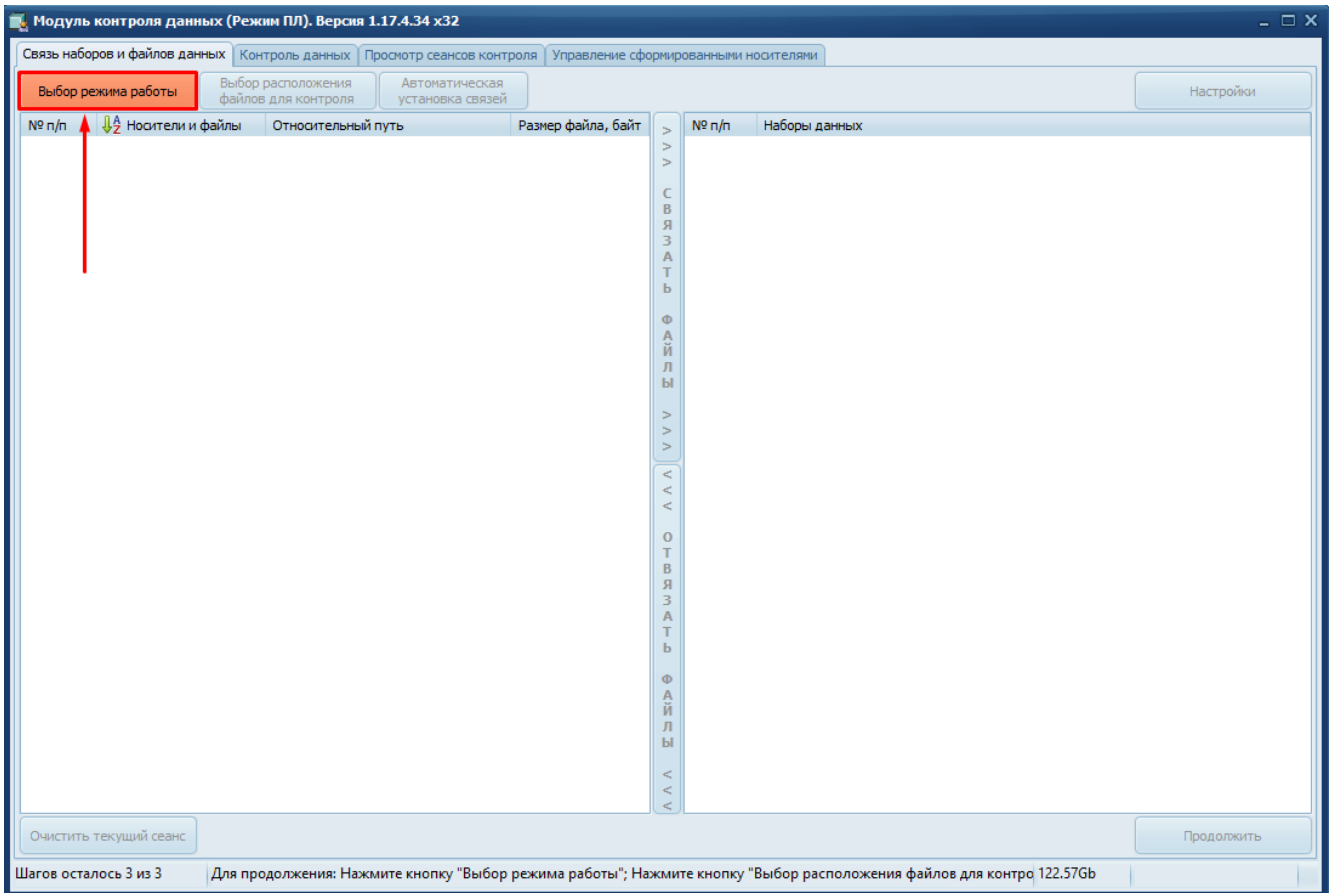

Рисунок 3 – Выбор режима работы МоКоД ПЛ
- 1) На закладке «Связь наборов и файлов данных» нажать кнопку «Выбор режима работы» (Рисунок 3).
Для изменения режима работы необходимо нажать кнопку «Выбор режима работы» (Рисунок 3), после чего заново выбрать необходимый режим работы.